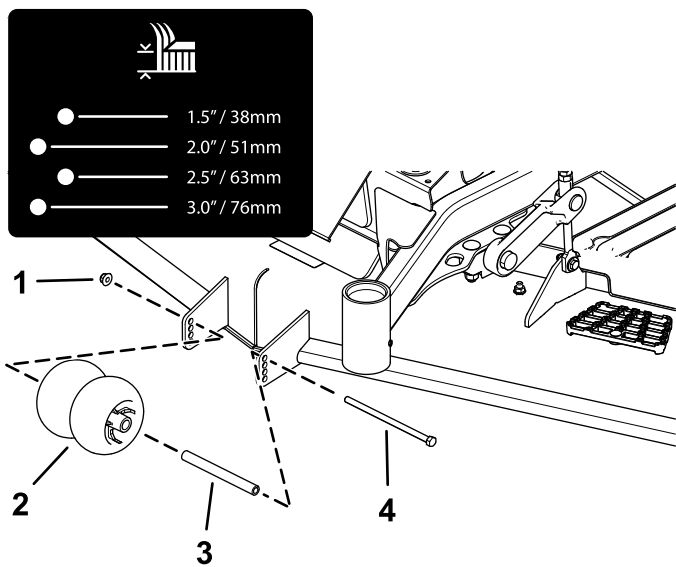
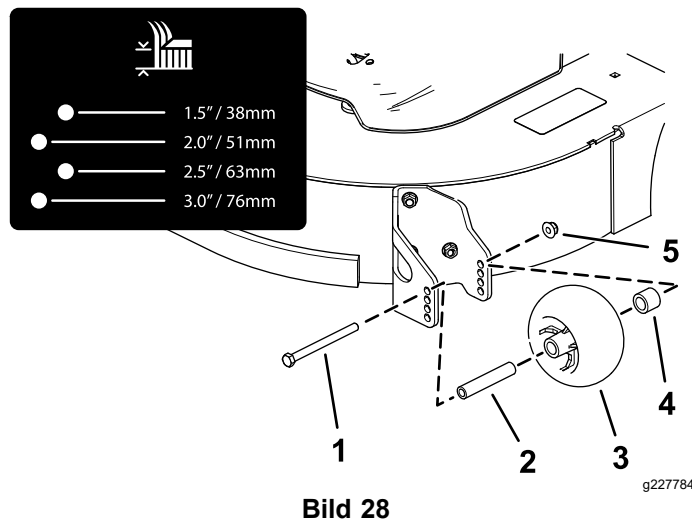
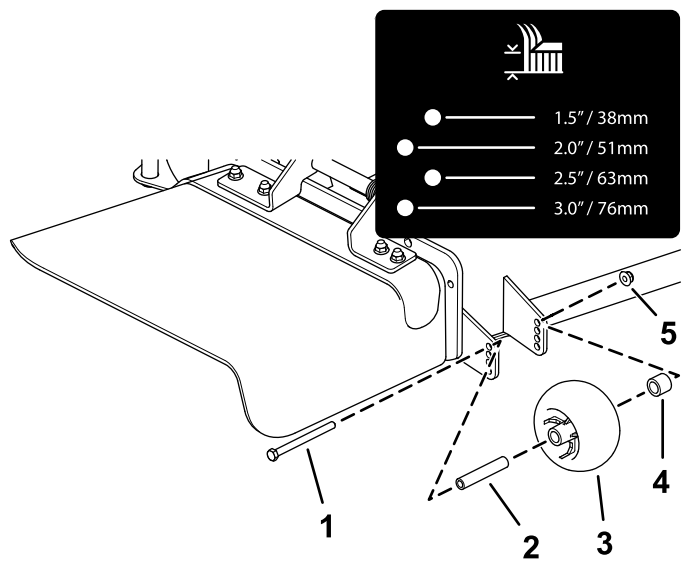

Bild 26
Bild 28
Bild 27
4. Stellen Sie die Antiskalpierrollen ein, wie in Bild 26, Bild 27 und Bild 28 abgebildet.